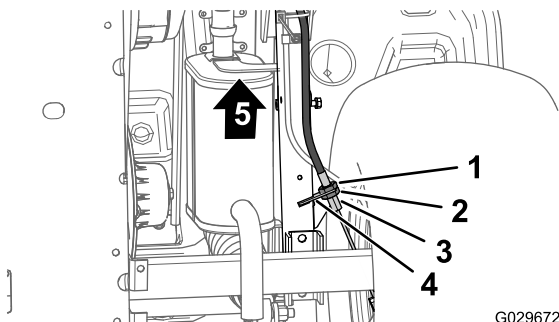

図 71
3. 機体の下側で、駐車ブレーキケーブルのねじ山付きアジャスタの後ジャムナットを4回転ゆるめる 図 71。
4. 前側ジャムナットを締める 図 71。
- A. ブレーキケーブルのねじ山付きアジャスタの前ナット 図 71を1回転ゆるめる。
- B. 後側ジャムナット 図 71を締める。
- A. ブレーキケーブルのねじ山付きアジャスタの後ナット 図 71を1回転ゆるめる。
- B. 前側ジャムナットを締める 図 71。